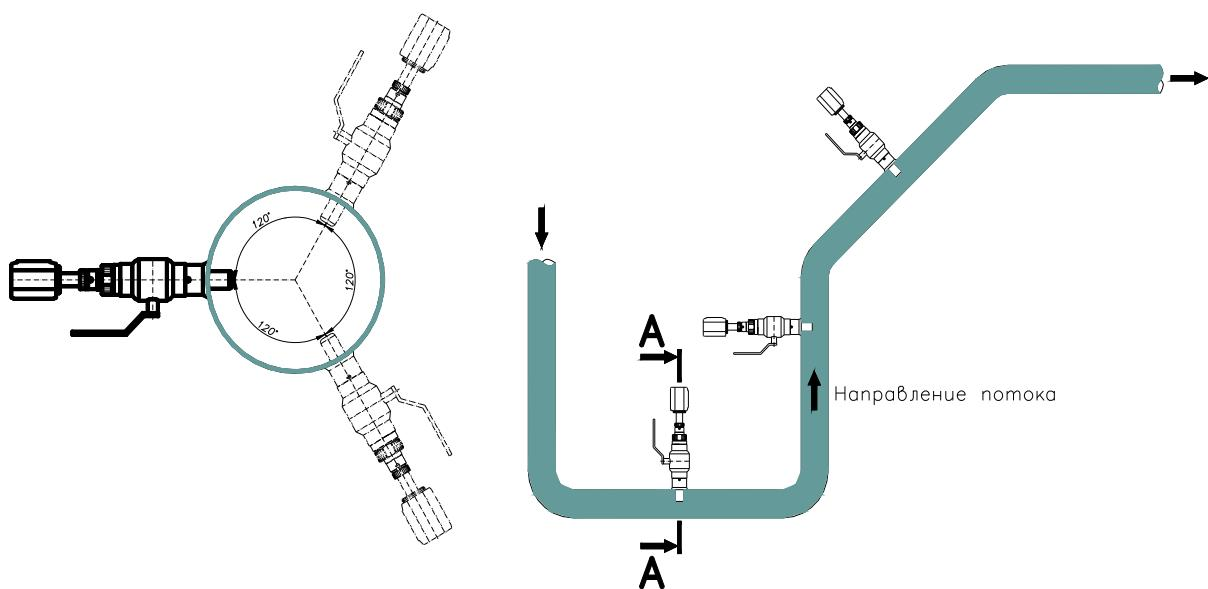

Рисунок 5 — Рекомендованные места установки преобразователей скорости ПС
2.2.2.7 Установка преобразователей расхода ПРБ-1, а также ПРЭ и ПО должна осуществляться в местах, где всё поперечное сечение трубопровода с наибольшей вероятностью будет заполнено изме-ряемой средой. Это участки трубопровода, расположенные вертикально с подачей жидкости вверх, наклонные участки с восходящим движением жидкости и горизонтальные участки, если после них следуют восходящие участки (рисунок 5).